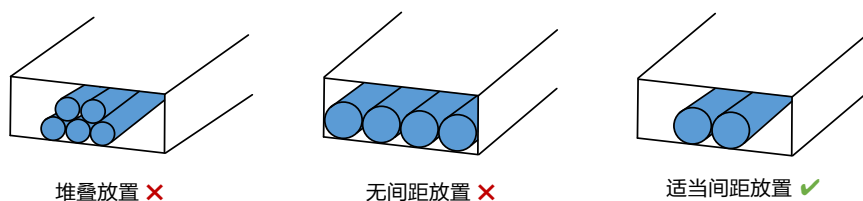

图5-1 线缆铺设后所占据空间
- 请保持线缆铺设后所占据的空间系数在 30% 以内，如图 5-1 所示。